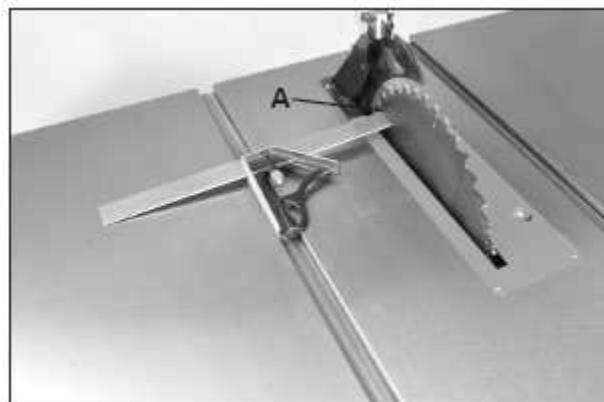

Рис. 31
6. Произвести измерения сзади пильного диска (рис. 31, А) комбинированным угольником. При наличии разницы свыше 0,25 мм между линейкой и пильным диском необходимо произвести регулировку стола. См. ниже РЕГУЛИРОВКА ВЫРАВНИВАНИЯ ПИЛЬНОГО ДИСКА.